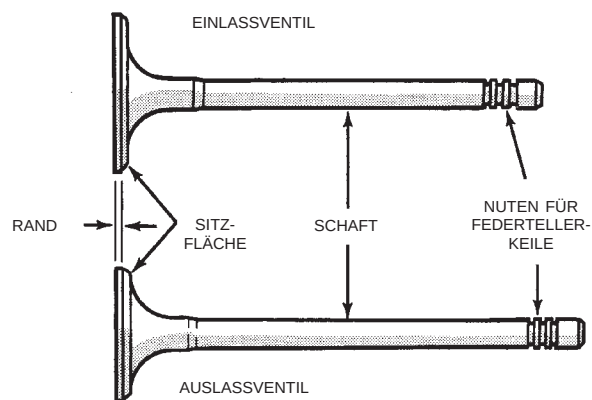

Abb. 91 Ein- und Auslaßventile
(1) Ventile gründlich reinigen. Verbrannte, verzogene und gerissene Ventile müssen ausgetauscht werden.
(2) Ventilschäfte auf Verschleiß prüfen (Abb. 91). Näheres hierzu siehe Abschnitt "Technische Daten—Ventile" in diesem Kapitel.
HINWEIS: Die Ventilschäfte sind verchromt und dürfen daher nicht poliert werden (Abb. 91).